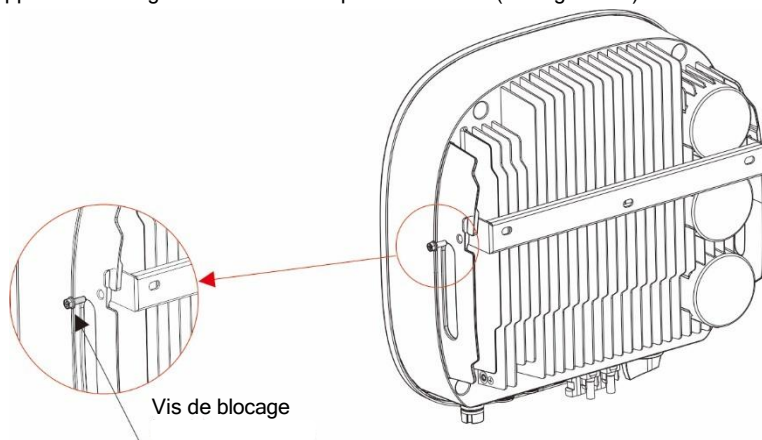

Figure 4.5 Support de montage mural
4. Soulevez l'onduleur (en veillant à éviter toute tension corporelle) et alignez le support arrière de l'onduleur avec la partie convexe du support de montage. Accrochez l'onduleur au support de montage et assurez-vous qu'il est bien fixé (voir figure 4.5).